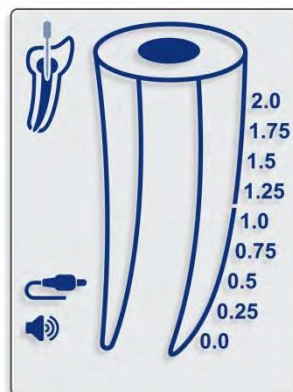

Abb. 4
- 7.4.7. Vor Verbindung des Messkabels mit befestigtem Lippen- und Feilenclip am Patienten, Messkabel in den Geräteanschluss stecken und sicherstellen, dass das Kabelsymbol auf dem Display angezeigt wird (Abb. 4).